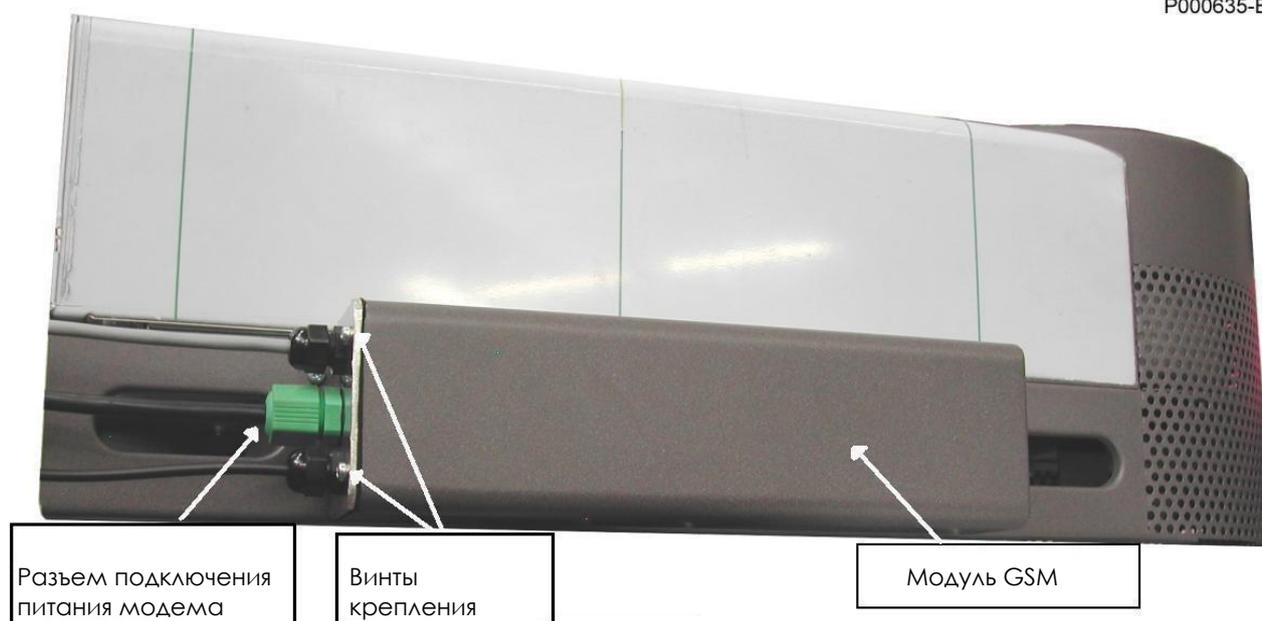

Рис. 50: Модуль GSM.
- 2) Вставьте SIM-карту (не входит в поставку) в модем, находящийся внутри модуля. SIM-карта должна иметь **номер данных** (убедитесь, что ваша SIM-карта может записывать данные звонков с любого типа модемов, в т.ч. аналоговых): удалите 4 винта в нижней части модуля GSM (см. Рис. 50).
4) Подключите питание модема к разъему в нижней части модуля (см. Рис. 50).